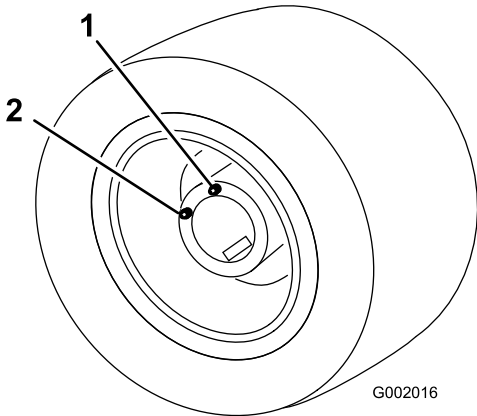

図 63
5. 今度は点検/ドレンプラグが 図 63 の位置補給位置にくるように駐車する